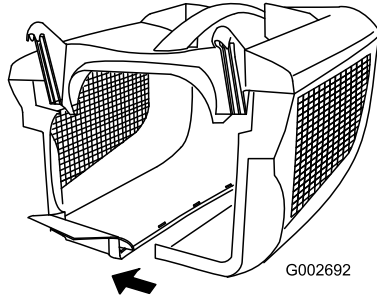

Figure 9
3. En commençant à l'arrière, alignez et poussez ensemble les derniers verrous latéraux (Figure 9).